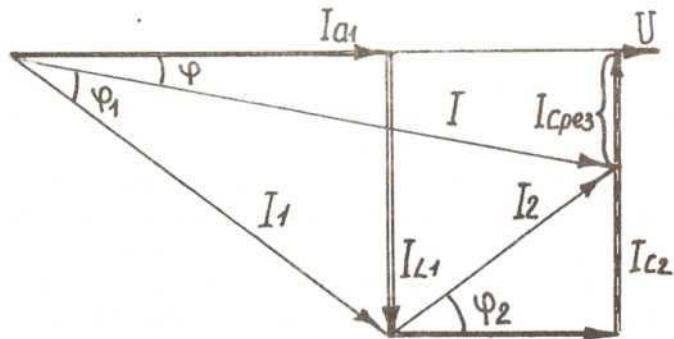

Рис.16.
8) Векторная диаграмма токов и напряжения построена на рис.16.